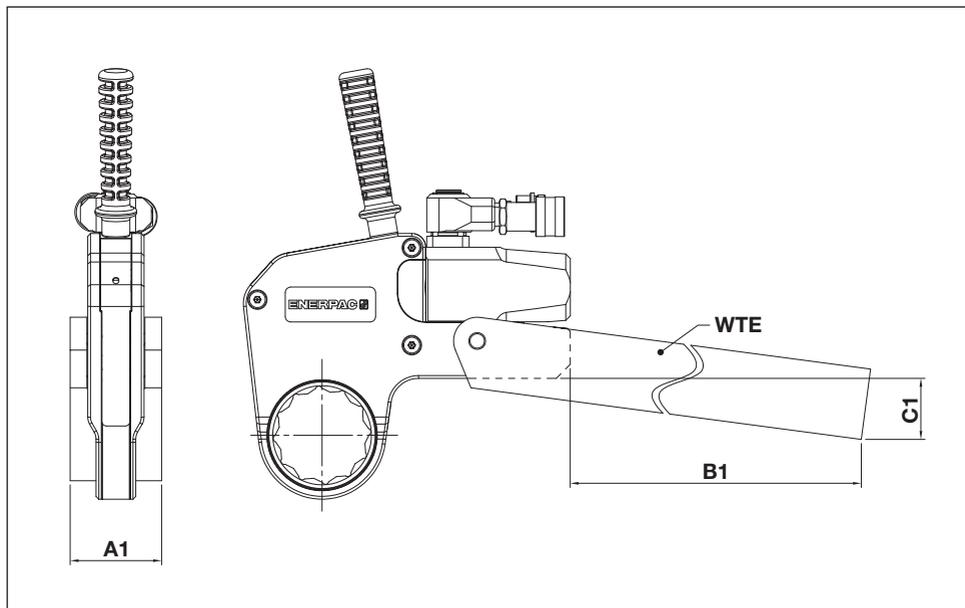

Fig. 23
6.1.1 Dimensiones, brazo de reacción extendido, serie WTE (Fig. 23)